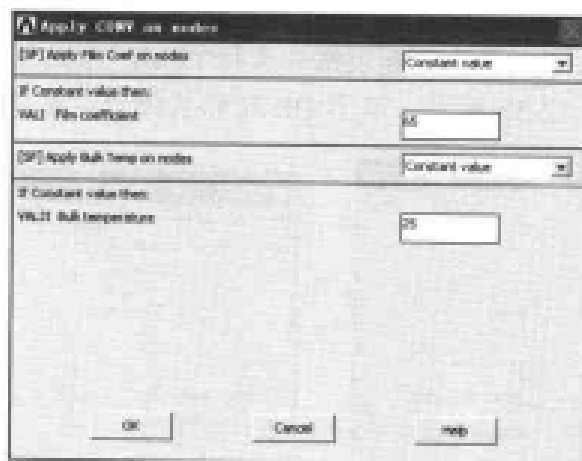

图 12-59 施加对流载荷对话框
(14) 选择 Main Menu | Solution | Define Loads | Apply | Thermal | Convection | On Nodes 命令,出现 Apply CONV on nodes 菜单,单击 pick all 按钮,出现 Apply CONV on nodes 对话框。在 VAL1 Film coefficient 文本框中输入 65,在 VAL2 Bulk temperature 文本框中输入 25,如图 12-59 所示,单击 OK 按钮关闭该对话框。